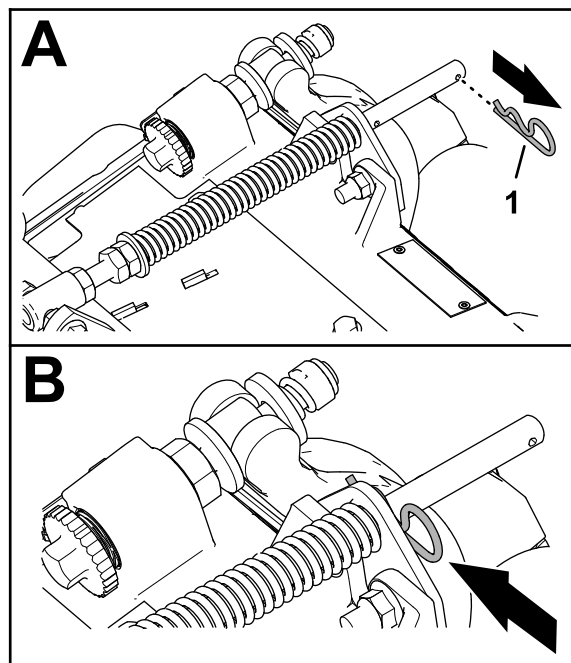

Figure 13
- Si la goupille fendue se trouve dans le trou arrière de la tige du ressort de compensation, retirez-la et insérez-la dans le trou près du support (Figure 13).